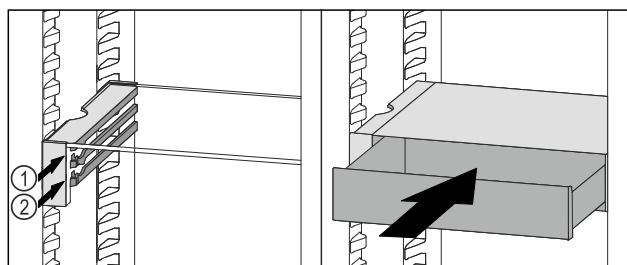

Fig. 103
- Nasaďte zásuvku VarioSafe za zářezky na požadovaném žebro Fig. 103 (1) nebo Fig. 103 (2).